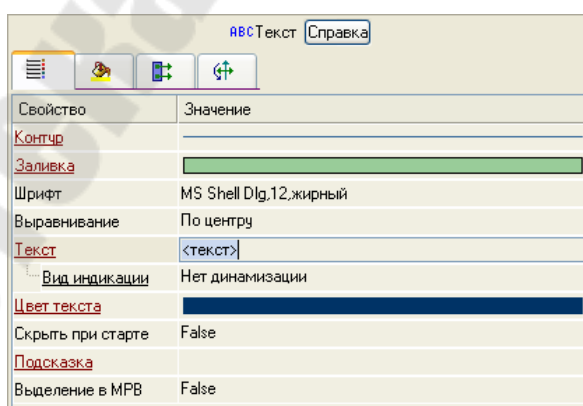

Рисунок 2.10 – Вид окна настройки
- двойным щелчком ЛК на строке «Текст» вызовем меню «Вид индикации» (рисунок 2.10);